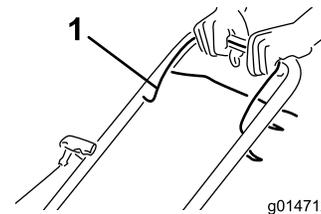

Рисунок 15
1. Прижмите штангу управления ножом (**Рисунок 15**) к рукоятке и удерживайте ее в этом положении.